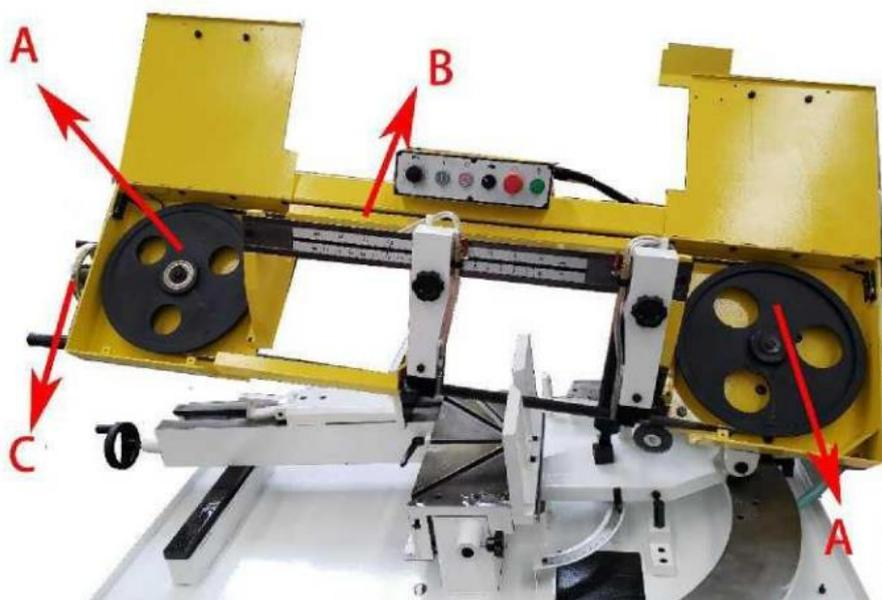

Рис. 7
4. Ослабьте натяжение Пильного полотна, вращая маховик натяжения (С) против часовой стрелки (см. Рис. 7).
7. Установите пильную ленту на ведущий шкив (А) и проденьте через верхний узел направляющих (В), как показано на Рис. 7.